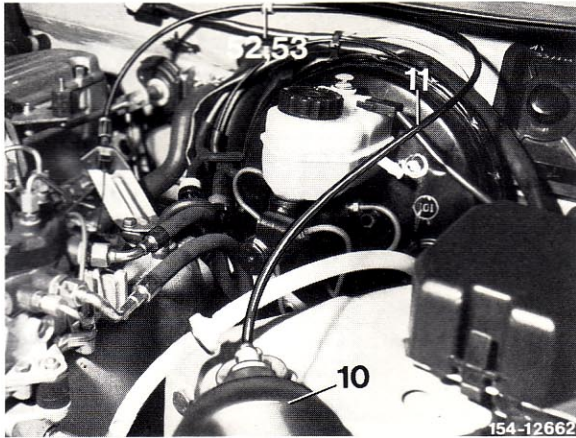

Bild 6
15 Seilzug (11) vom Regelgerät (10) zur Regulierung verlegen und einhängen. Anschließend mit den Teilen (52 und 53) befestigen (Bild 6).